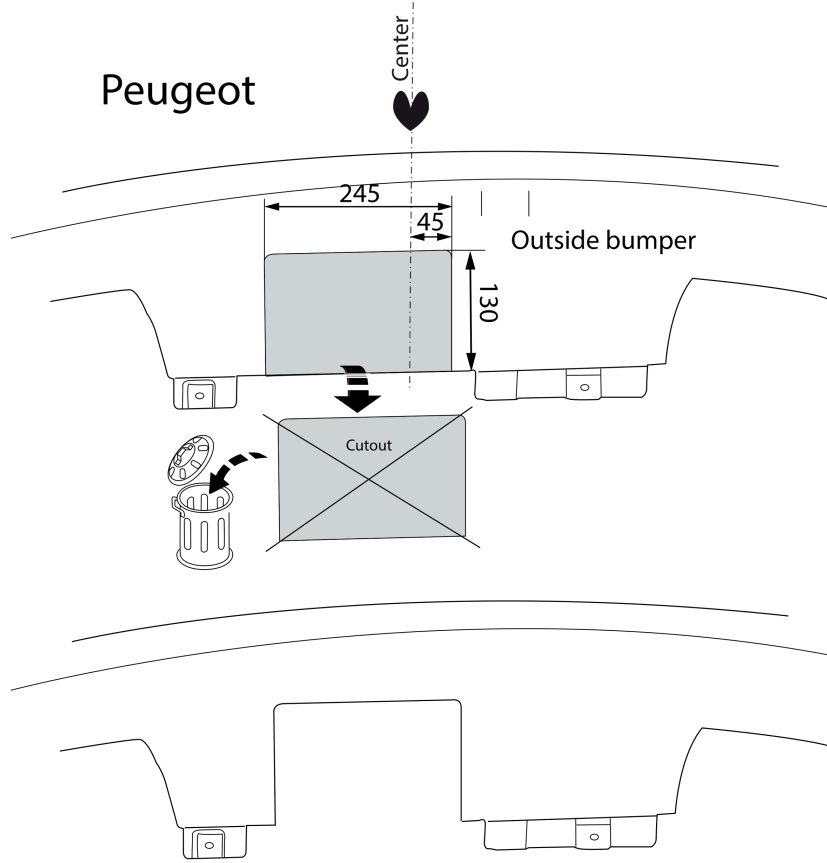

Fig. 3
8. Выпилить обозначенные части, как указано на рис. 3.